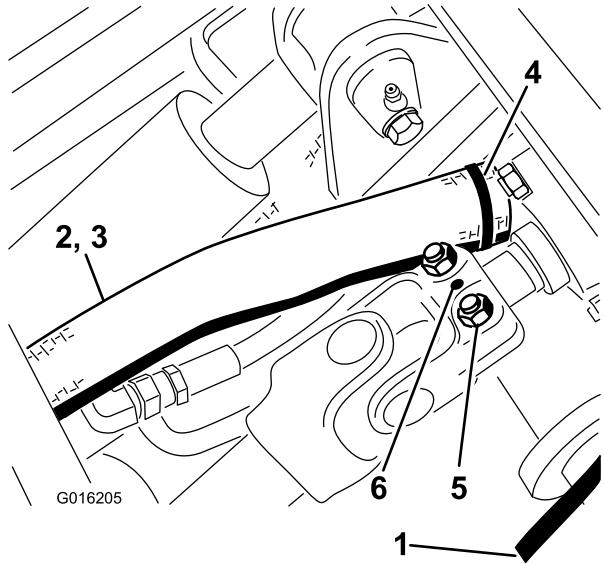

Figura 73
4. Rimuovete il perno a rullo e allentate i 2 bulloni che fissano l'albero di trasmissione all'albero della scatola degli ingranaggi (Figura 73). Fate scorrere l'albero di trasmissione via dall'albero della scatola degli ingranaggi.